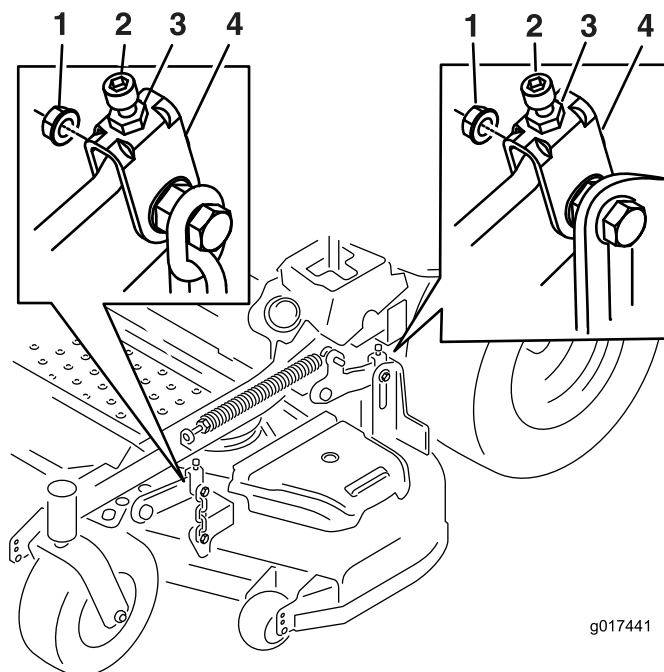

Figure 73
précisément la vis de réglage en la tournant de manière à obtenir une hauteur de 7,6 mm (voir Figure 73).
16. Ajustez précisément la vis de réglage en la tournant de manière à obtenir une hauteur de 8,3 mm (Figure 73).